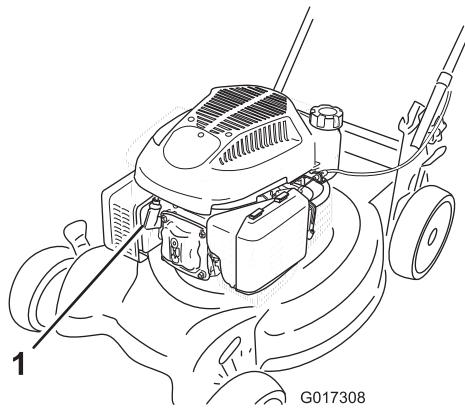

Figure 21
- Débranchez la bougie (Figure 21) avant de procéder à un quelconque entretien.